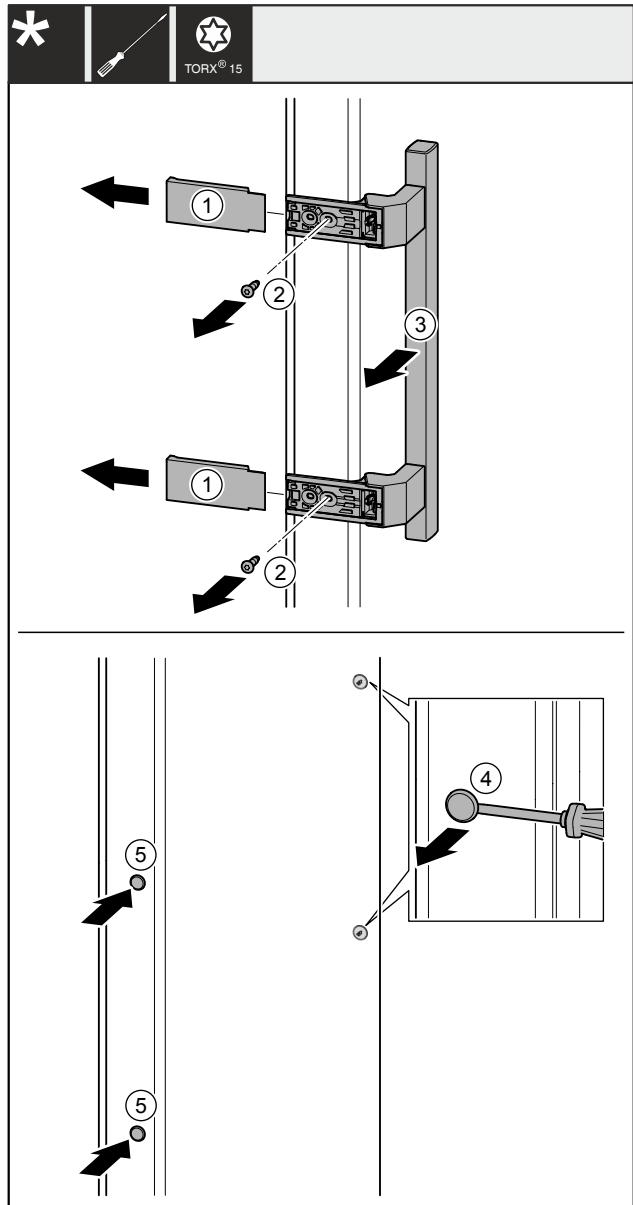

Fig. 28
- Togliere le coperture Fig. 28 (1).
- Estrarre le viti Fig. 28 (2) con un cacciavite.
- Rimuovere la maniglia Fig. 28 (3).
- Sollevare il tappo laterale Fig. 28 (4) con cautela con un cacciavite a intaglio ed estrarlo.
- Reinserire il tappo Fig. 28 (5) sull'altro lato.